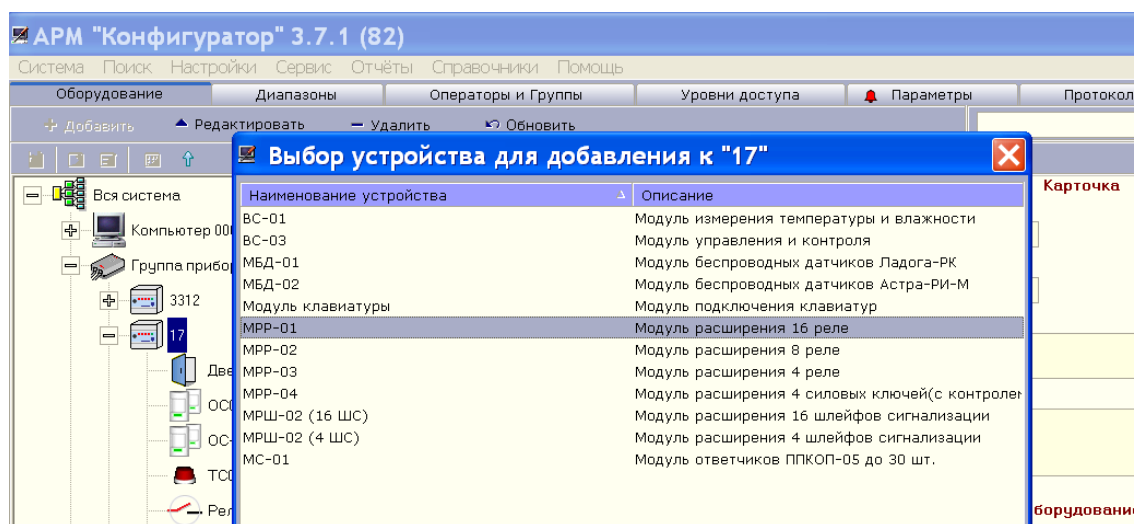

Рисунок 8
- в окне «Выбор устройства для добавления» выберите курсором MPP и нажмите «ОК» (см. Рисунок 8);